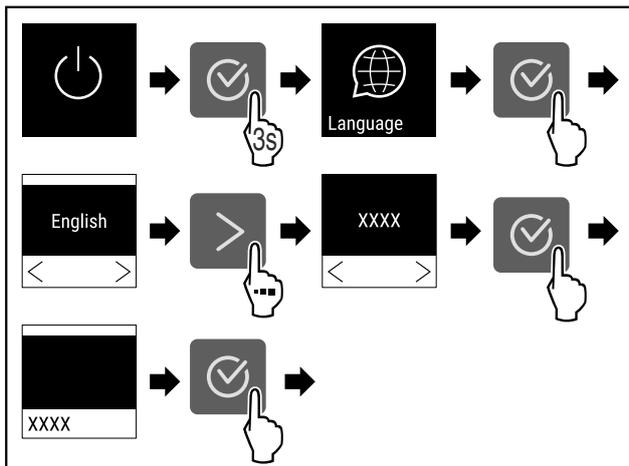

Fig. 52
- ▶ Выполните шаги действия (см. Fig. 52).